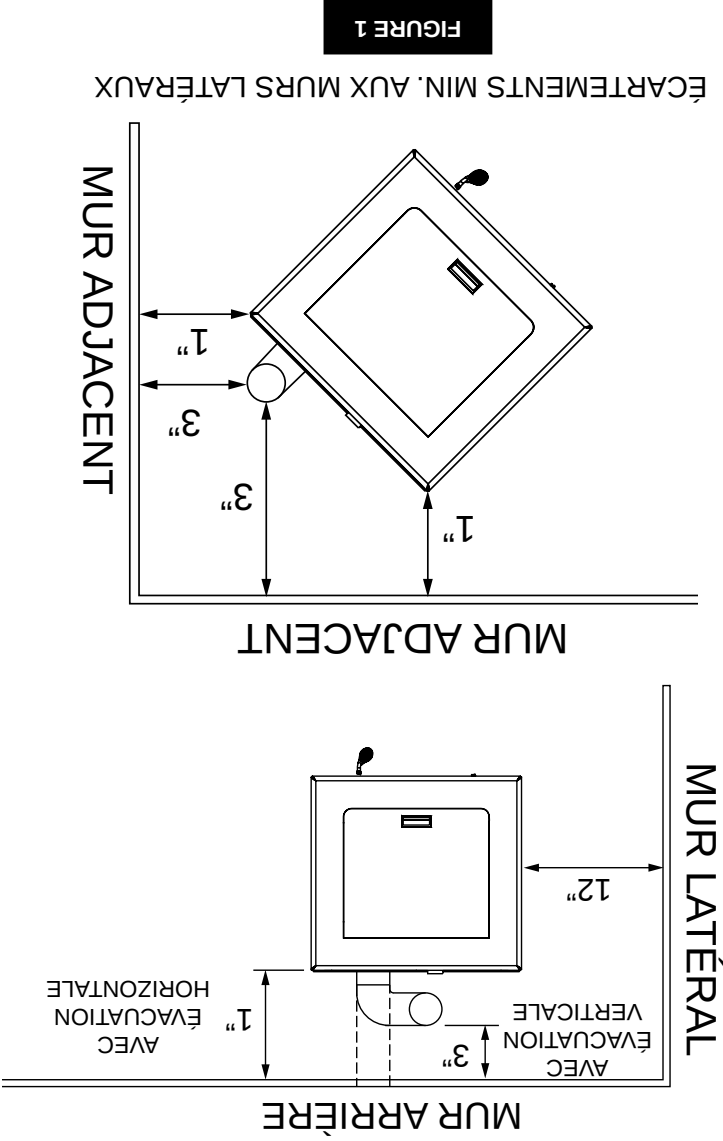

FIGURE 1
5. Positionnez le poêle en respectant les écartements montrés en figure 1.
1. Positionnez le poêle en respectant les écartements montrés en figures 1.